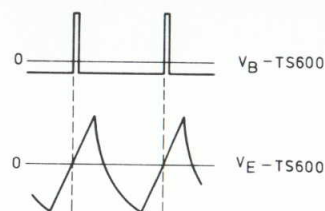

Fig. VIII-2
a. De lijnoscillator loopt synchron met het zendersignaal, zie Fig. VIII-2.